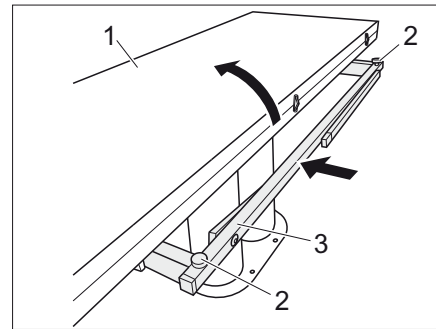

Bild 113 Förminska bord
- Fäll in bordshalva (Bild 113,1).
- Skruva i två justerskruvar (Bild 113,2).
- Skjut in bordsstödet (Bild 113,3).